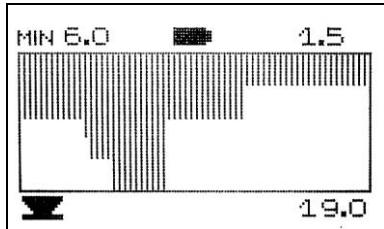

Рис. 17
8.4.4 Для запуска построения графического профиля (разреза) изделия, клавишами "Стрелка вверх" и "Стрелка вниз" в меню "B-SCAN" установить курсор на надпись "СТАРТ В-SCAN" и нажать клавишу "Ввод". Устойчиво установить ПЭП на изделие с предварительно нанесенной контактной смазкой, одновременно с появлением значка "Акустический контакт" на индикаторе начнет отображаться график B-SCAN (Рис. 17)